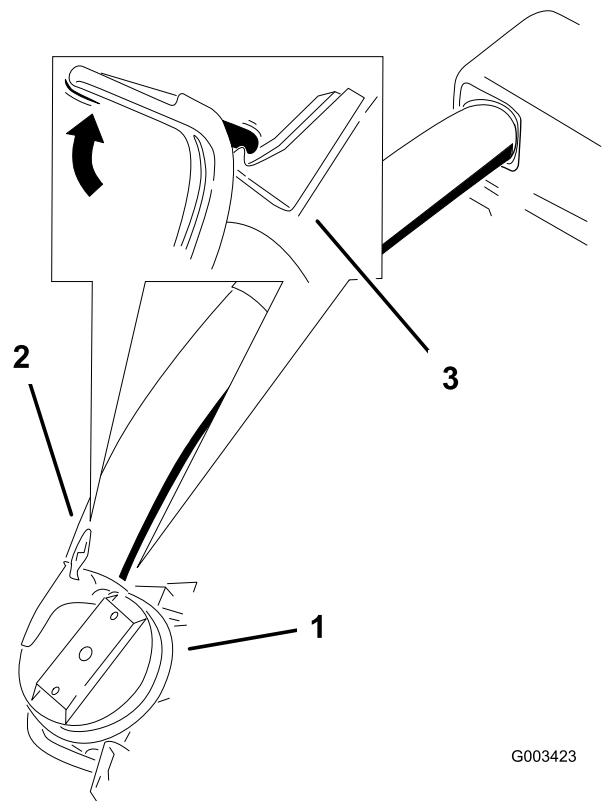

Figure 23
8. Glissez le tube inférieur sur l'adaptateur et verrouillez-les ensemble (Figure 23).